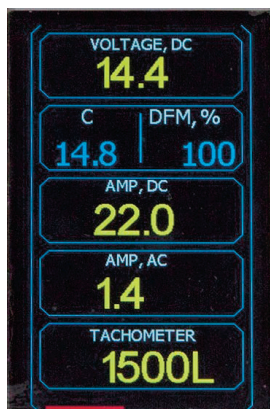

Рис. 7. MS004COM
- **«C»:** индикатор устанавливаемого напряжения генерации при проверке генераторов с терминалом «C» **(Рис. 7)**.